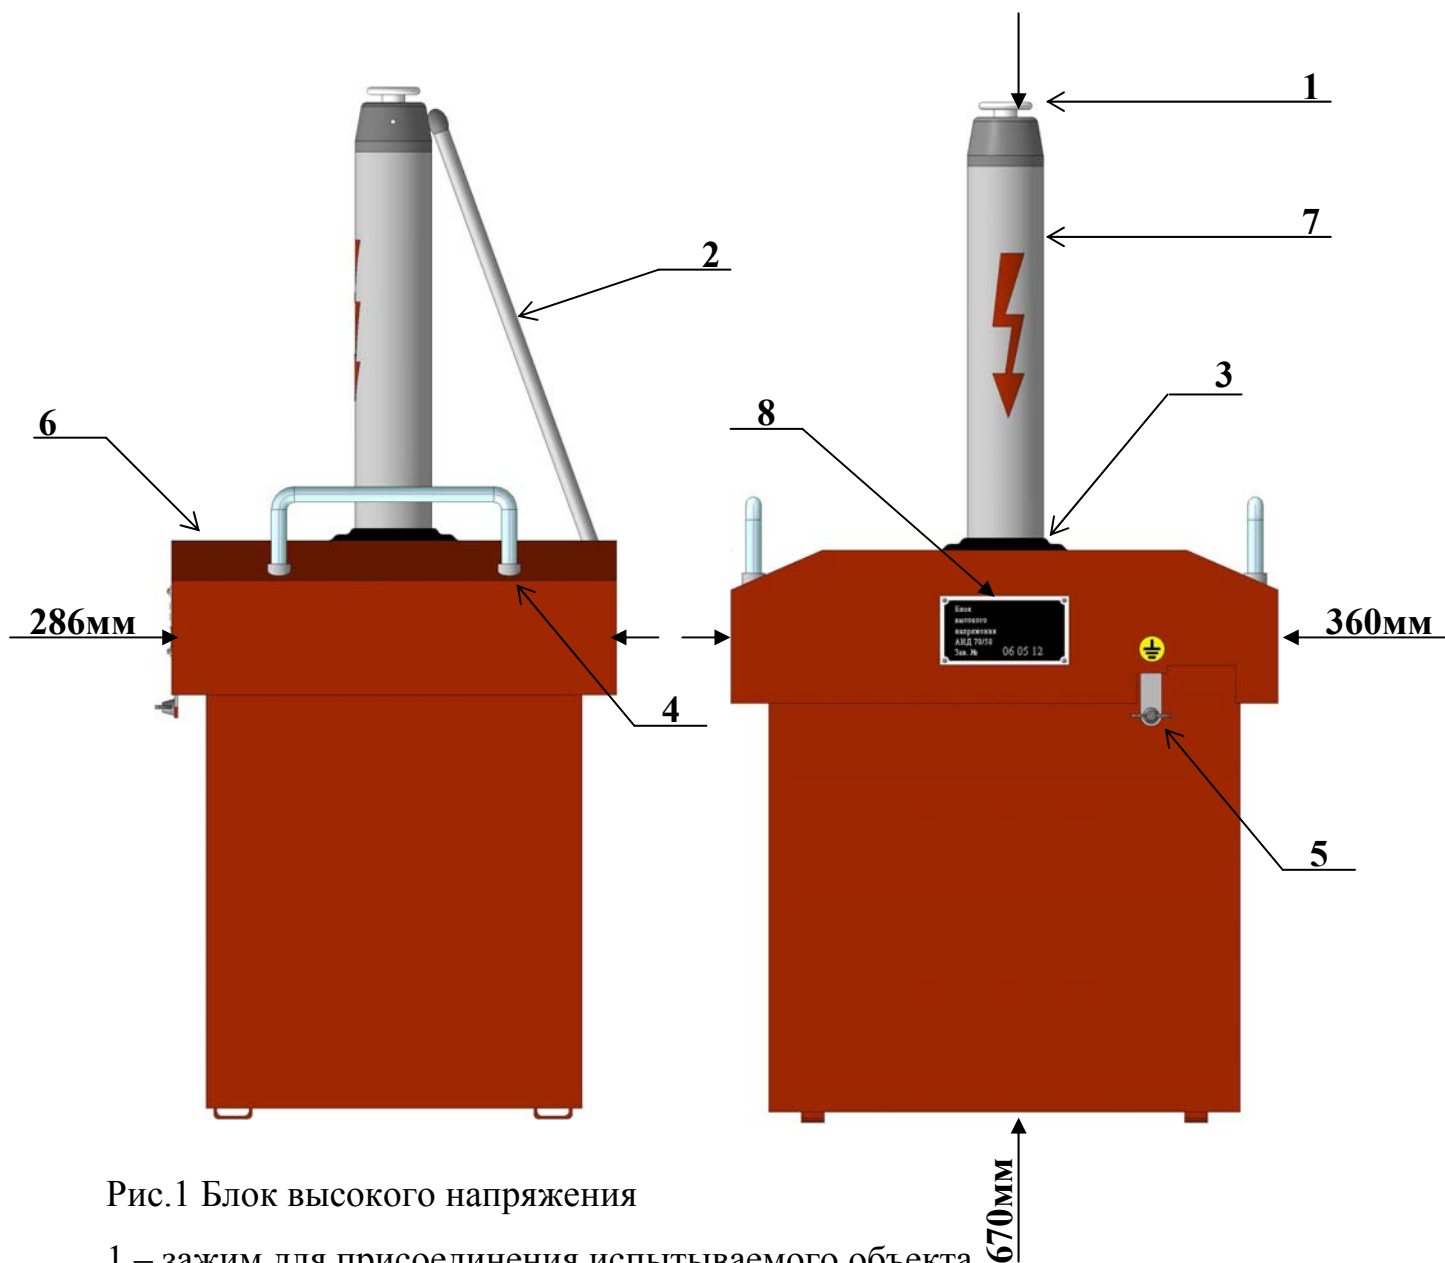

Рис.1 Блок высокого напряжения
2.7 Габаритные размеры приведены на рис. 1 и 2.
4.1.1 Аппарат выполнен в виде двух переносных блоков, соединенных кабелем: блока высокого напряжения (в дальнейшем по тексту - БВН) и блока управления (в дальнейшем по тексту - БУ). Конструкция блоков представлена на рис. 1 и 2.
7.1 Один раз в год необходимо взять пробу трансформаторного масла из БВН, для чего необходимо отвернуть четыре гайки, которые крепят ручки и кожух БВН, сняв уплотнительное кольцо и кожух (см. рис. 1). Определить величину пробивного напряжения масла по ГОСТ 6581-75. Если пробивное напряжение будет ниже 35 кВ, то масло следует заменить с пробивным напряжением не ниже 55 кВ.